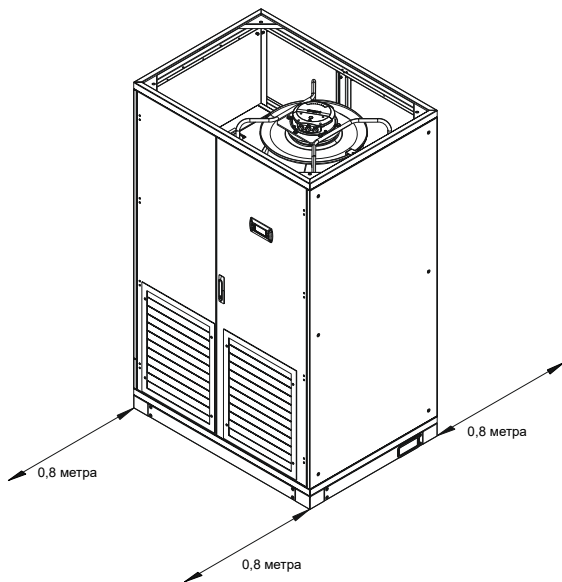

Рисунок 5 – Пример размещения кондиционера
4.2.1 Размещение должно осуществляться в зависимости от конструкции кондиционера, с безусловным соблюдением проектных и конструктивных особенностей используемого типа промышленного кондиционера. При установке следует предусмотреть необходимое пространство, необходимое для планового и экстренного техобслуживания. Доступ к внутренним компонентам осуществляется с лицевой и тыльной сторон кондиционера должен быть всегда свободным. Ширина прохода с лицевой и тыльной сторон кондиционера должны быть не менее 0,8 м (рисунок 5).